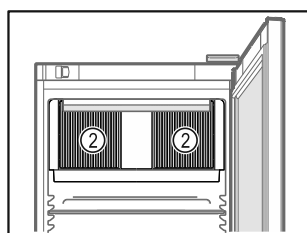

Fig. 72
- ❑ Ne pas obstruer les fentes d'aération Fig. 72 (2) du ventilateur de circulation d'air à l'intérieur de l'appareil.